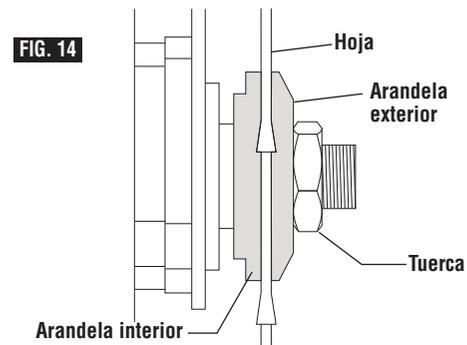

FIG. 14
7. Instale la pestaña contra la hoja y enrosque la tuerca del eje portaherramienta tanto como se pueda con la mano. Asegúrese de que la hoja esté al ras contra la pestaña interior de la hoja (Fig. 14).